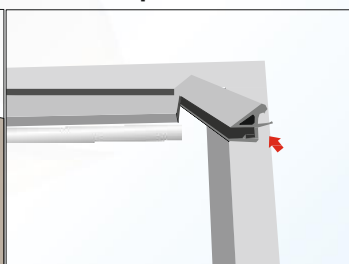

рис. 2
- Со стеклянного полотна снимите специальный резиновый профиль, для отвода стекающего конденсата с алюминиевого порога, разверните и вставьте обратно (рис. 2).